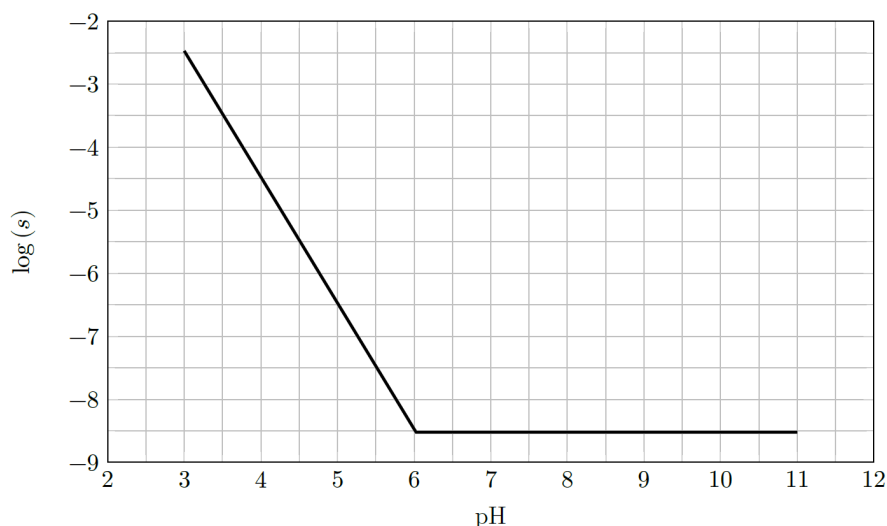

FIGURE 2 – Diagramme de solubilité de l'espèce $\text{NiO}_{(s)}$ en fonction du pH à 300°C
Q.9. Retrouver par le calcul les équations de droite du diagramme simplifié de la figure 2 représentant $\log(s)$ en fonction du pH pour un pH compris entre 3 et 11.
Ce qui est cohérent avec la figure 2, la pente est en effet de -2 par unité de pH.
Ainsi, $\log(s)$ est indépendant du pH et est égal à -8.5, ce qui est cohérent avec la figure 2.